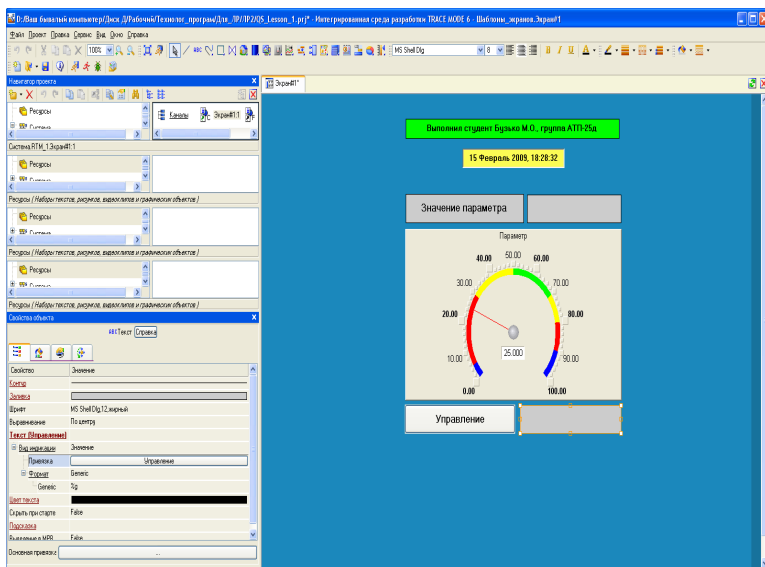

Рис. 7
4.3.8. Виділити ЛК в списку аргумент **Управління** і натисненням ЛК на екранну кнопку **Готово** підтвердити прив'язку атрибуту ГЕ **Текст** до даного аргументу шаблону екрану (рис. 7);